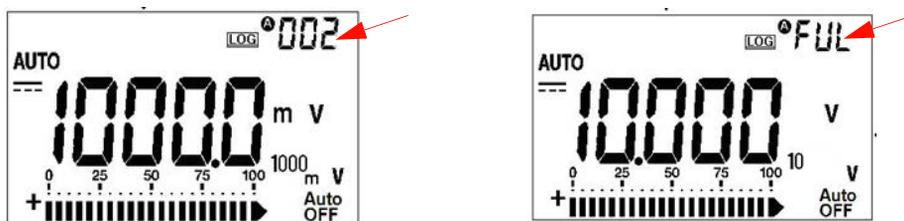

Figura 2-7 Indicador de registro de intervalo
- 2 La medición se registra automáticamente en la memoria en cada intervalo especificado en el modo Configuración, consulte la Figura 2-7